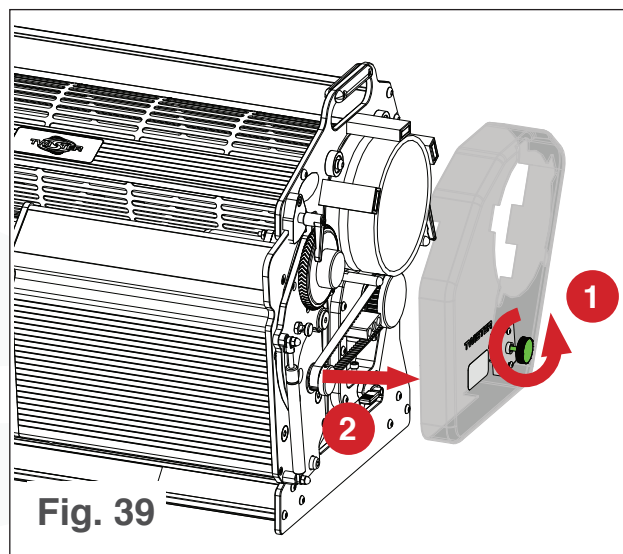

Fig. 39
1. Afloje el perno de la tapa de la correa de la cuchilla (ver Fig. 39)
2. Retire la tapa de la correa de la cuchilla de la T4 (ver Fig. 39).